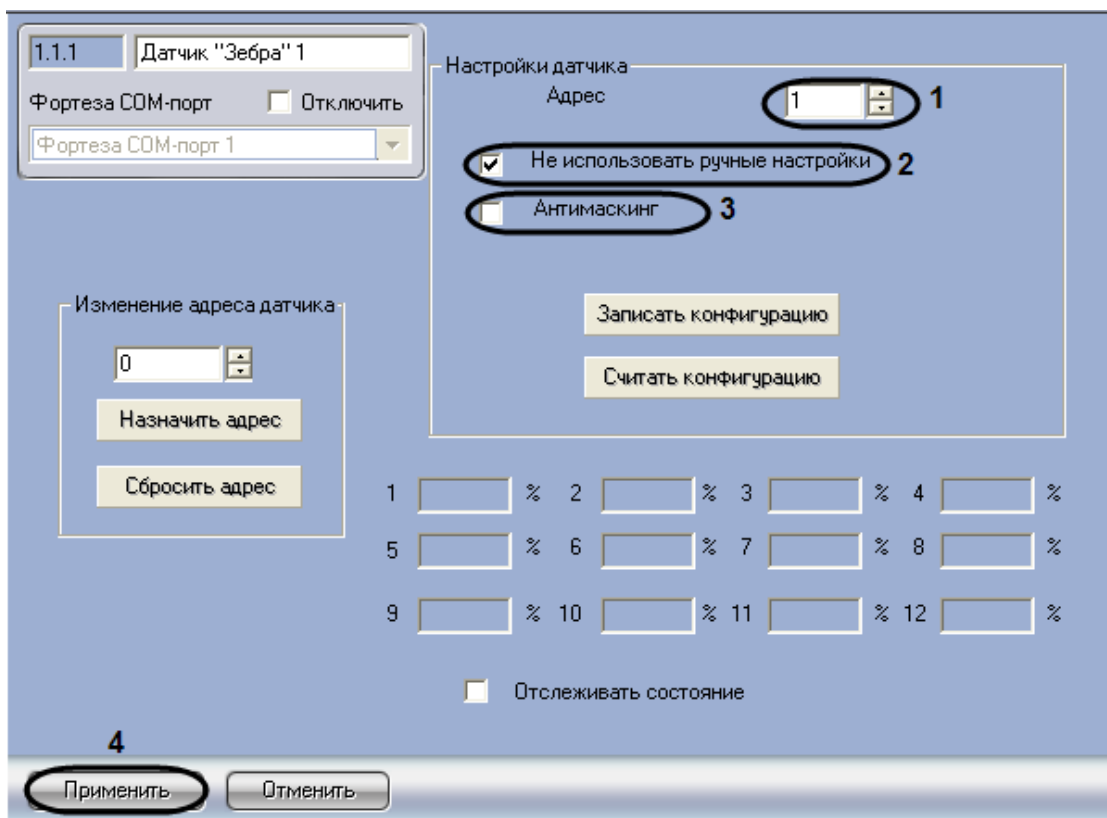

Рис. 3.5—2 Настройка датчика Зебра
2. В поле **Адрес** отображается аппаратный адрес подключенного датчика *Зебра* (см. Рис. 3.5—2, 1). Адрес считывается из устройства при автоматическом построении дерева объектов. Для изменения адреса следует воспользоваться группой **Изменение адреса датчика** (см. раздел *Изменение адреса датчика*).
3. В случае, если требуется использовать в устройстве настройки, произведенные из ПК *ACFA Intellect*, необходимо установить флажок **Не использовать ручные настройки** (см. Рис. 3.5—2, 2). В случае, если требуется использовать настройки, установленные физически с помощью регуляторов на плате датчика, необходимо снять данный флажок.